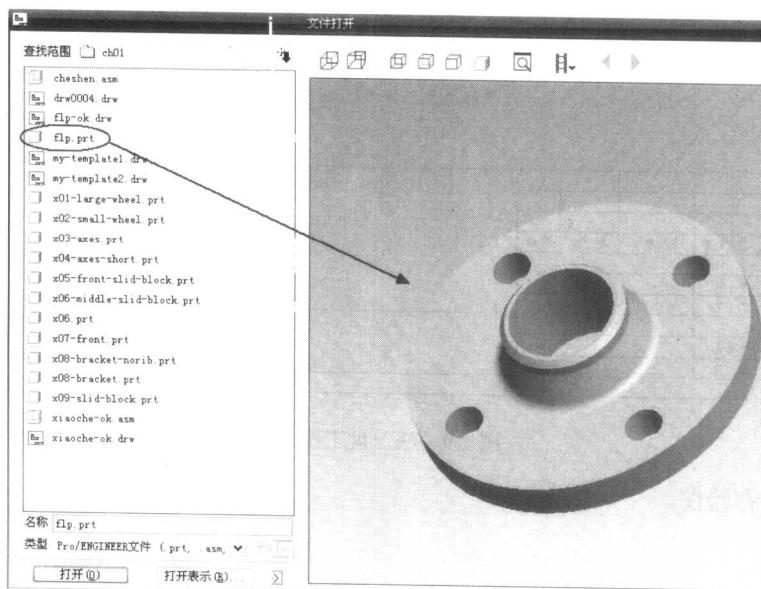

图 1-8 预览 flp.prt 零件
- 单击【预览】(Preview) 按钮，在打开模型之前先进行预览，如图 1-8 所示。